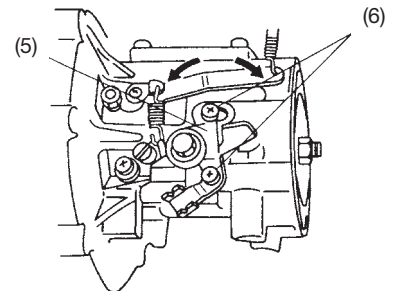

Abb. 12C
- 2) Zum Einstellen des Reglers, die Schrauben (6), mit denen die Reglerhebeleinheit (5) am Kurbelgehäuse befestigt ist, lösen, und die Kurbelgehäuseeinheit nach links bzw. rechts drehen, bis die maximale Drehzahl von 6500 min⁻¹ erreicht ist. (Drehen nach links erhöht, Drehen nach rechts verringert die Drehzahl). (Fig. 12C).